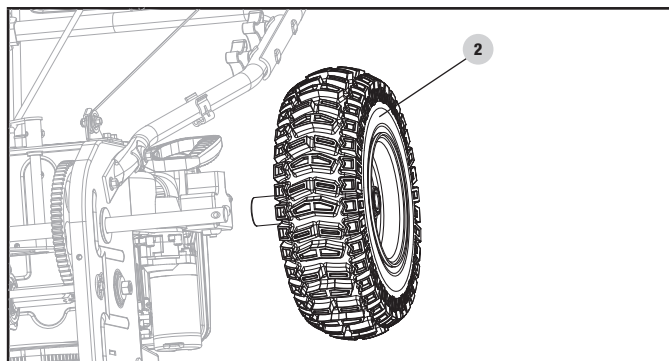

Figure 33C
3. Enlevez la roue de droite (2) en enlevant l'esse. (figure 33C)